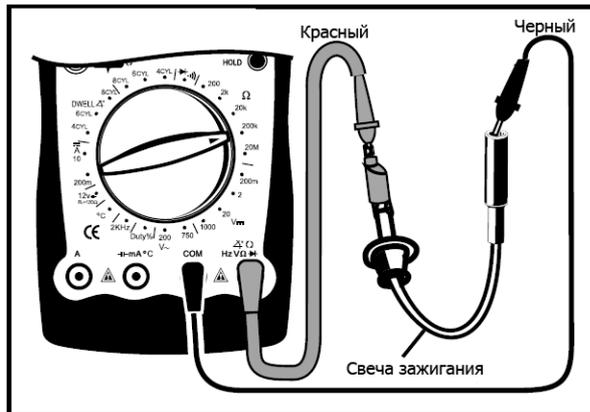

Рис. 14
2. Тестирование высоковольтных проводов (См. рис. 14)